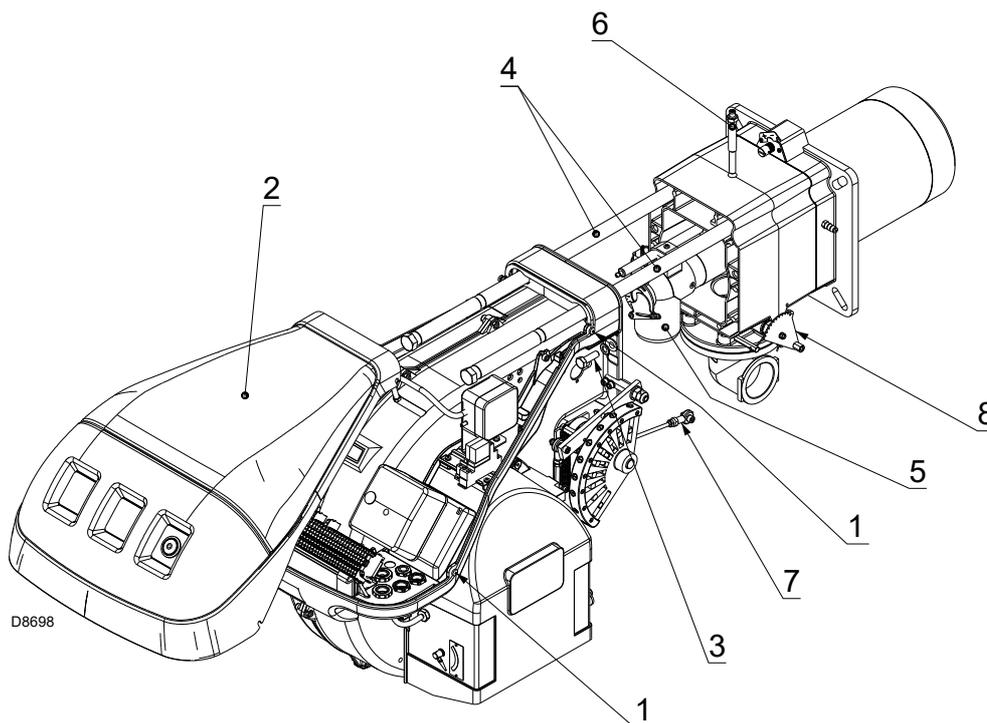

Fig. 40
Asegurarse de que los orificios de salida del gas para la fase de encendido, presentes en el distribuidor del cabezal de combustión, se encuentren libres de impurezas o depósitos de óxido. En caso de duda, desmontar el codo 5)(Fig. 40).
- Aflojar los tornillos 1) y quitar la tapa 2)(Fig. 40).
- Volver a colocar los tornillos 3)(Fig. 40) y tirar suavemente hacia afuera de los cables de sonda y electrodo, hasta tensarlos ligeramente.